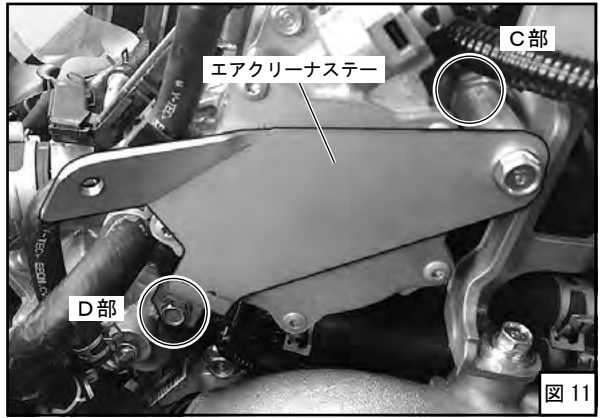
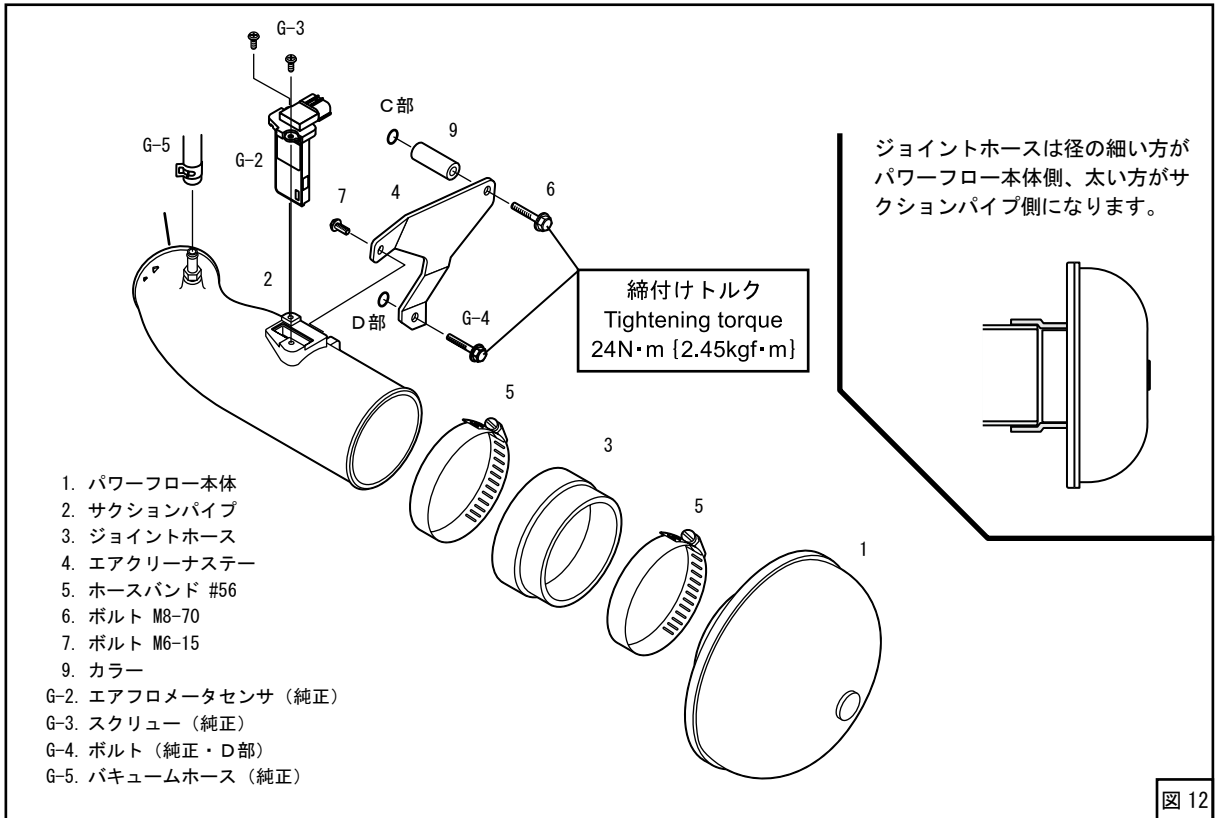

図11
図12
(締め付けトルク 2.0～3.0N・m{0.2～0.3kgf・m})(図12)
- (3) パワーフロー本体にジョイントホースを取付けてください。(図12)
(6) C部、D部のボルトをいったん外し、エアクリーナステーを仮付けしてください。(図10、図11、図12)
(7) キットパーツを仮付けしてください。
(図10、図11、図12)